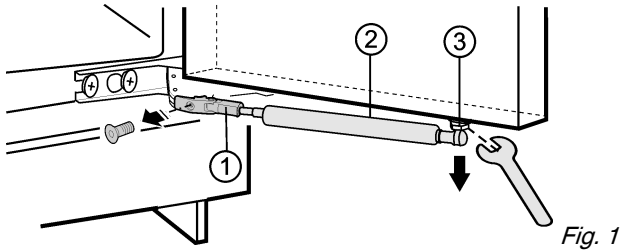

Fig. 1
- Skru holderen Fig. 1 (1) af.
- Skrukugletappen Fig. 1 (3) sammen med lukkedæmpningen Fig. 1 (2) af fra døren og læg dem til side.